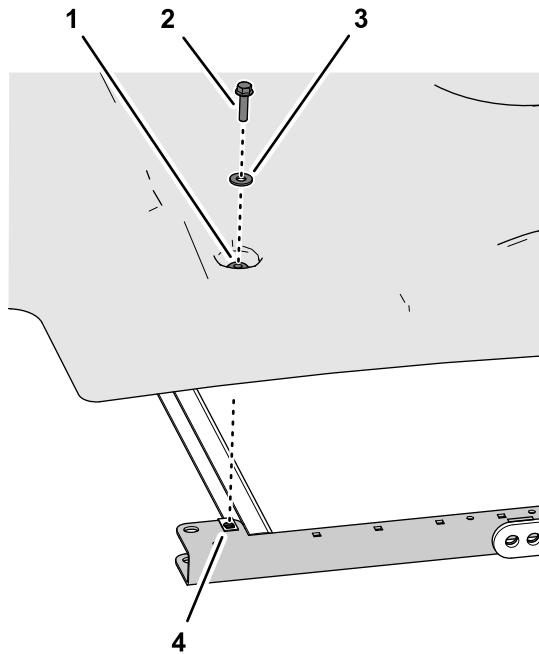

Рисунок 2
1. Удалите 4 болта с фланцевыми головками (5/16 x 1 1/4 дюйма) с 4 шайбами (5/16 дюйма), которые крепят солнцезащитный навес к боковым швеллерам рамы (Рисунок 1 и Рисунок 2).
- Подсоедините солнцезащитный навес к швеллерам рамы (Рисунок 2) с помощью 4 болтов с фланцевыми головками (5/16 x 1¼ дюйма) и 4 шайб (5/16 дюйма), снятых ранее.